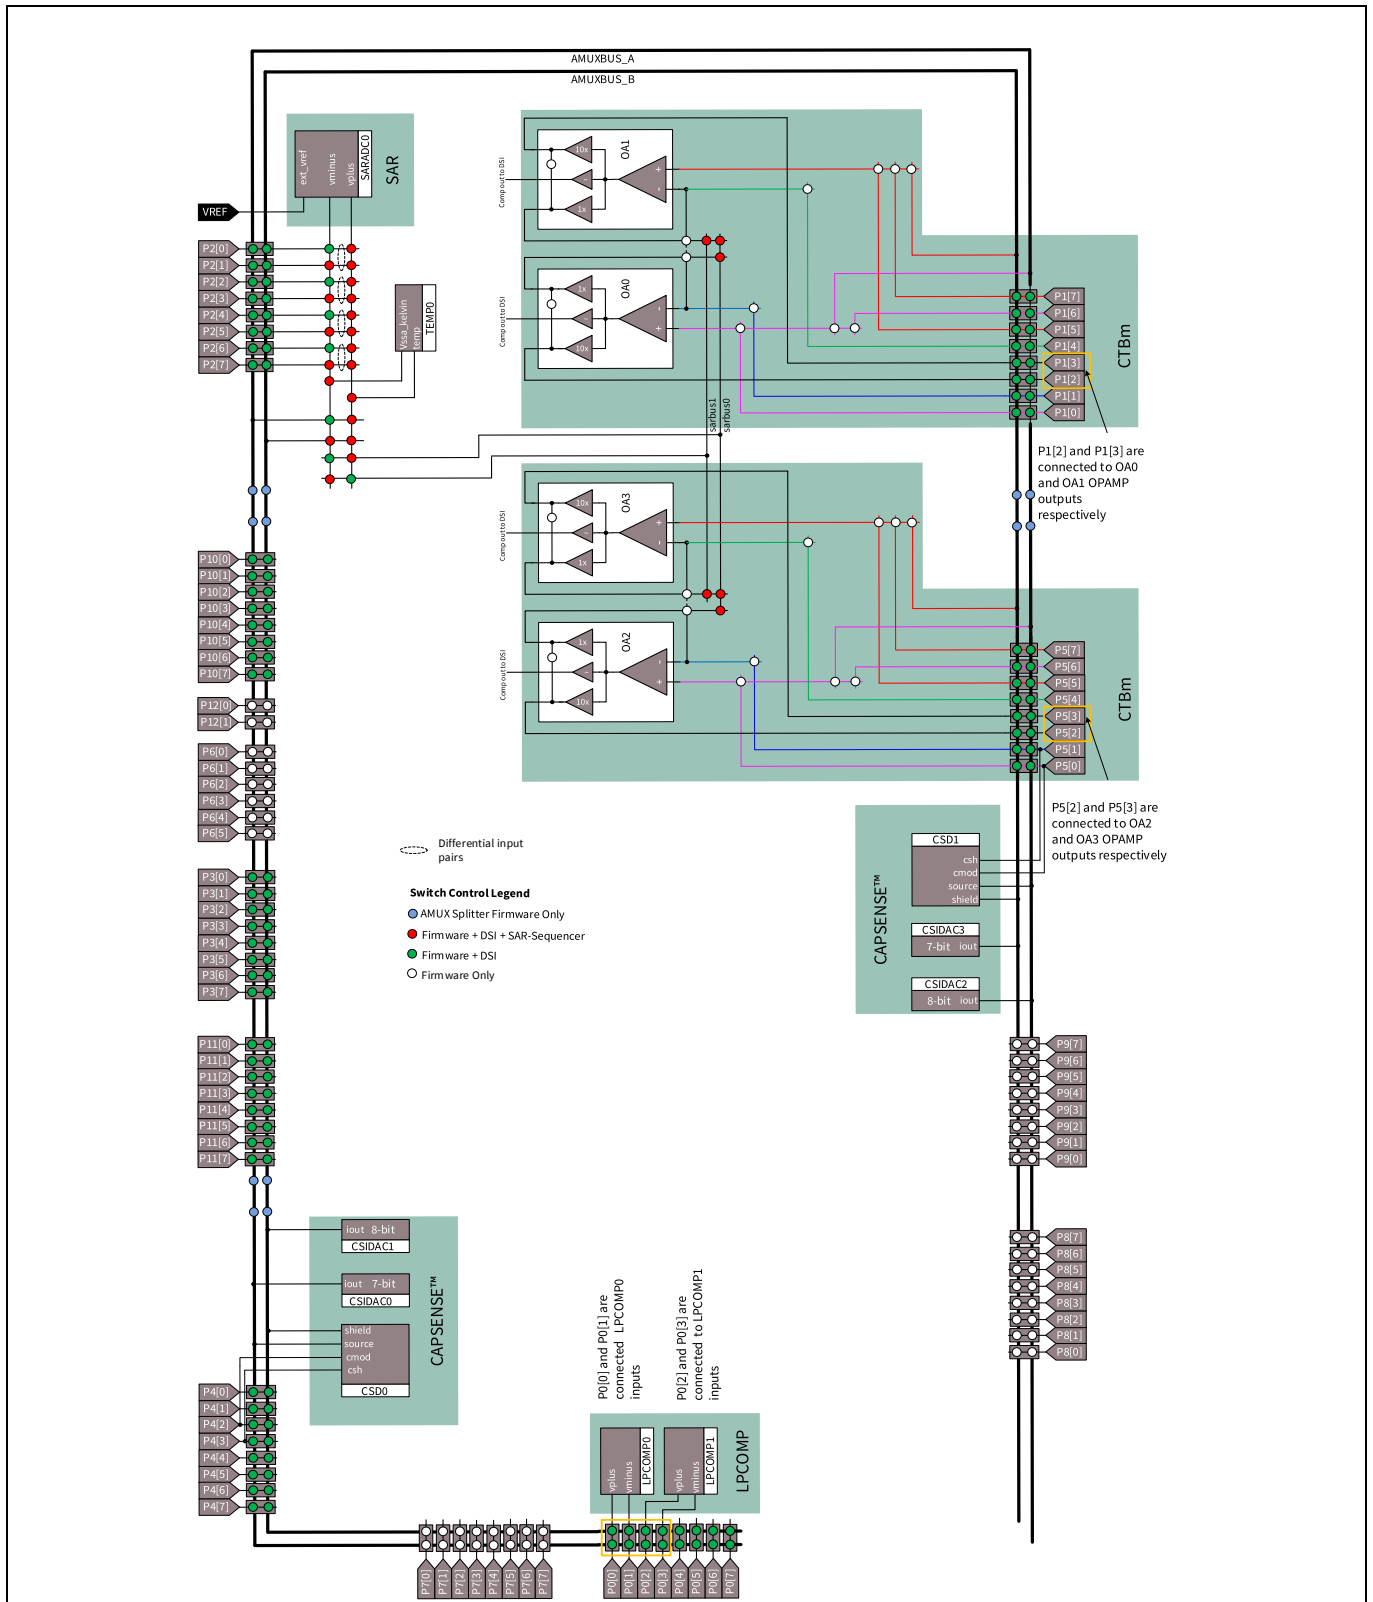

Figure 17 PSoc™ 4200L アナログ配線図
以下は、他の PSoC™ 4 デバイスのアナログ配線のキーポイントです。**Figure 13**～**Figure 17** を参照してください。
- これらは CAPSENCE™ CMOD およびシールド タンク コンデンサのための専用ピンです。ピンの詳細は **Figure 13**～**Figure 17** を参照してください。
- **Figure 14**～**Figure 17** に示すように、AMUXBUS\_A および AMUXBUS\_B はスイッチ (青色でマーク) を使用して分割できます。これは、AMUX バスが、入力と出力がシステムで CAPSENCE™と共に配線されるオペアンプ/コンパレータなどの非 CAPSENCE™アプリケーションに必要とされる場合、有用です。